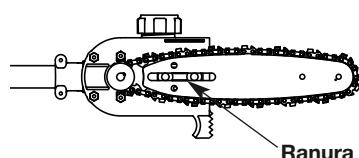

Fig. 10
6. Ajuste el tornillo de ajuste de tensión (Fig. 8, A) para permitir la inserción de la barra (Fig. 10). Cerciórese de que la cadena sigue la ranura en la barra de guía y ajuste el tornillo de ajuste de tensión para apretar la cadena.